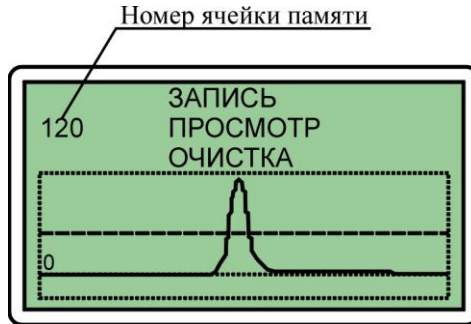

Рис. 6.9 Режим работы с памятью
6.13.2.1 Кнопками "↑", "↓" установить курсор на строку "ПАМ" и нажать кнопку "←" ВВОД, при этом дефектоскоп перейдет в режим работы с памятью (рис. 6.9).
6.13.3.1 Кнопками "↑", "↓" установить курсор на строку "ПРОСМОТР" (рис. 6.9) и нажать кнопку "↵" ВВОД.
6.13.4.1 Кнопками "↑", "↓" установить курсор на строку "ОЧИСТКА" (рис. 6.9) и нажать кнопку "↵" ВВОД. При этом на дисплее дефектоскопа появится предупреждающее сообщение "СТЕРЕТЬ?".